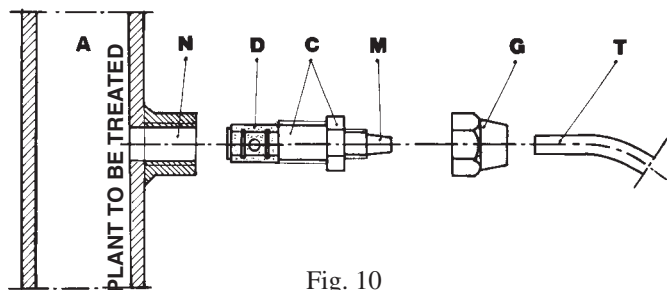

Fig. 10
⑦ Evitare curve inutili sia al tubetto di mandata che a quello di aspirazione.
⑧ Applicare sulla condotta dell'impianto da trattare, (nel punto più idoneo per effettuare l'iniezione del prodotto da dosare), un raccordo in acciaio da 3/8" gas, filettato internamente (femmina), tale raccordo è escluso dalla fornitura. Avvitare la valvola di iniezione al raccordo serrando dopo aver guarnito la filettatura 3/8" gas con nastro in Teflon (fig. 10). Connettere il tubetto all'attacco conico della valvola d'iniezione e bloccarlo con l'apposita ghiera G. La valvola di iniezione è anche valvola di non ritorno.
SCHEMA DI MONTAGGIO VALVOLA INIEZIONE (fig. 10)
⑦ Avoid unnecessary curves to both discharge and suction tubing installation.
⑧ Fit a 3/8" gas internally threaded (socket) coupling to the most suitable point where you require chemical injection on your water supply line. The 3/8" gas injection nipple would then be screwed in to this coupling (socket), (not included), and connected with the discharge tubing to the discharge side of the pump head tighten with the tube nut C (fig. 10).
INJECTION PARTS LAYOUT (fig. 10)